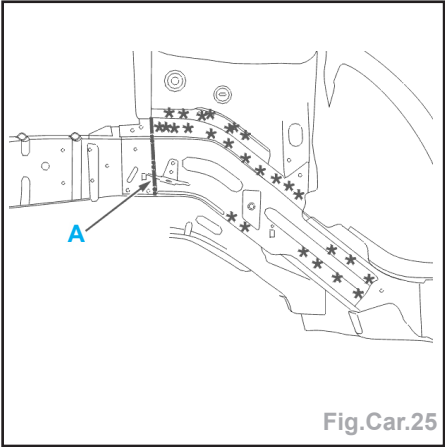

Fig.Car.25
- Tracer puis couper la fermeture de brancard (suivant A) (Fig.Car.25).